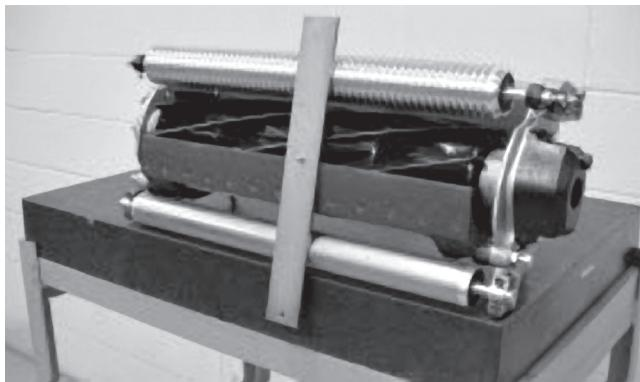

図15
3. ゲージバーのネジ頭を下刃の先端に引っかけ、バーの後端を後ローラに当てがう(図15)。